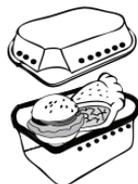

Fig. 13
- Para conservar el sabor de los alimentos recuerde cubrirlos bien antes de guardarlos en el congelador. Ver Fig. 13